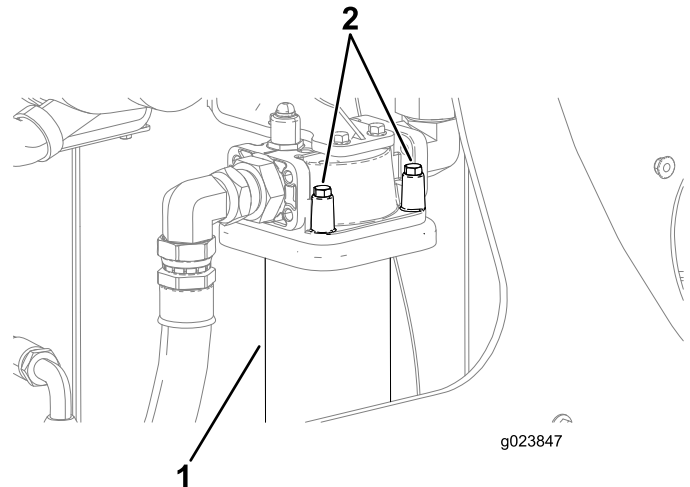

Figura 153
3. Posicione uma bandeja de drenagem ou vários panos sob o filtro de de carga (Figura 153).
4. Com uma mão sob o filtro de retorno hidráulico, remova os 4 parafusos como mostrado na Figura 153.
7. Alinhe o novo filtro de retorno hidráulico com o seu ponto de instalação e aperte os 4 parafusos (Figura 153).